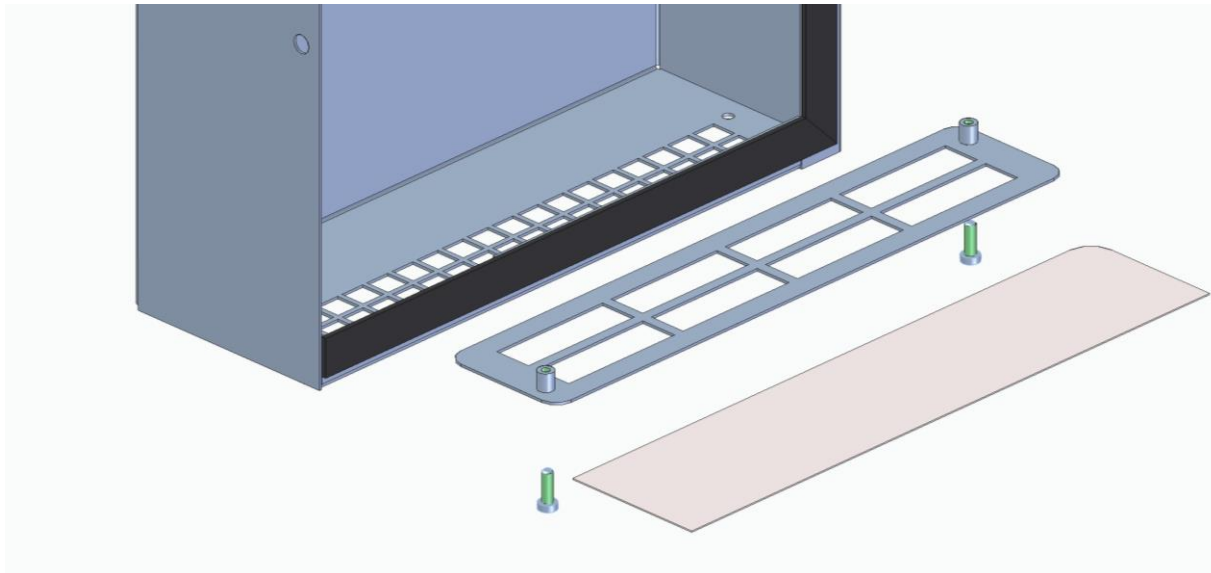

Рис.23 Замена воздушного фильтра
- открыть дверь пароконвектомата и снять винты крепления панели управления (см. рис. 23);